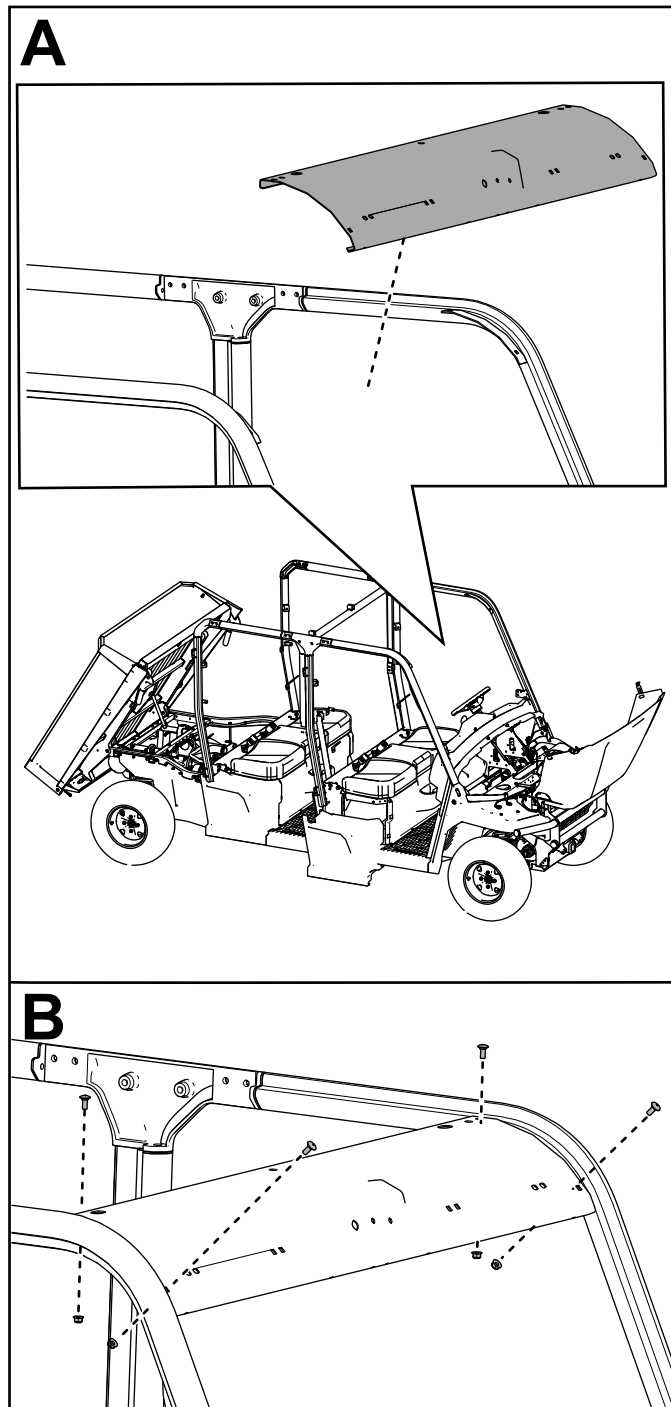

Figura 48
15. Sujete el travesaño delantero a los conjuntos delanteros de la barra antivuelco con 4 pernos de cuello cuadrado ($\frac{5}{16}$ " x $\frac{3}{4}$ ") y 4 contratuercas ($\frac{5}{16}$ "), como se muestra en la Figura 48.